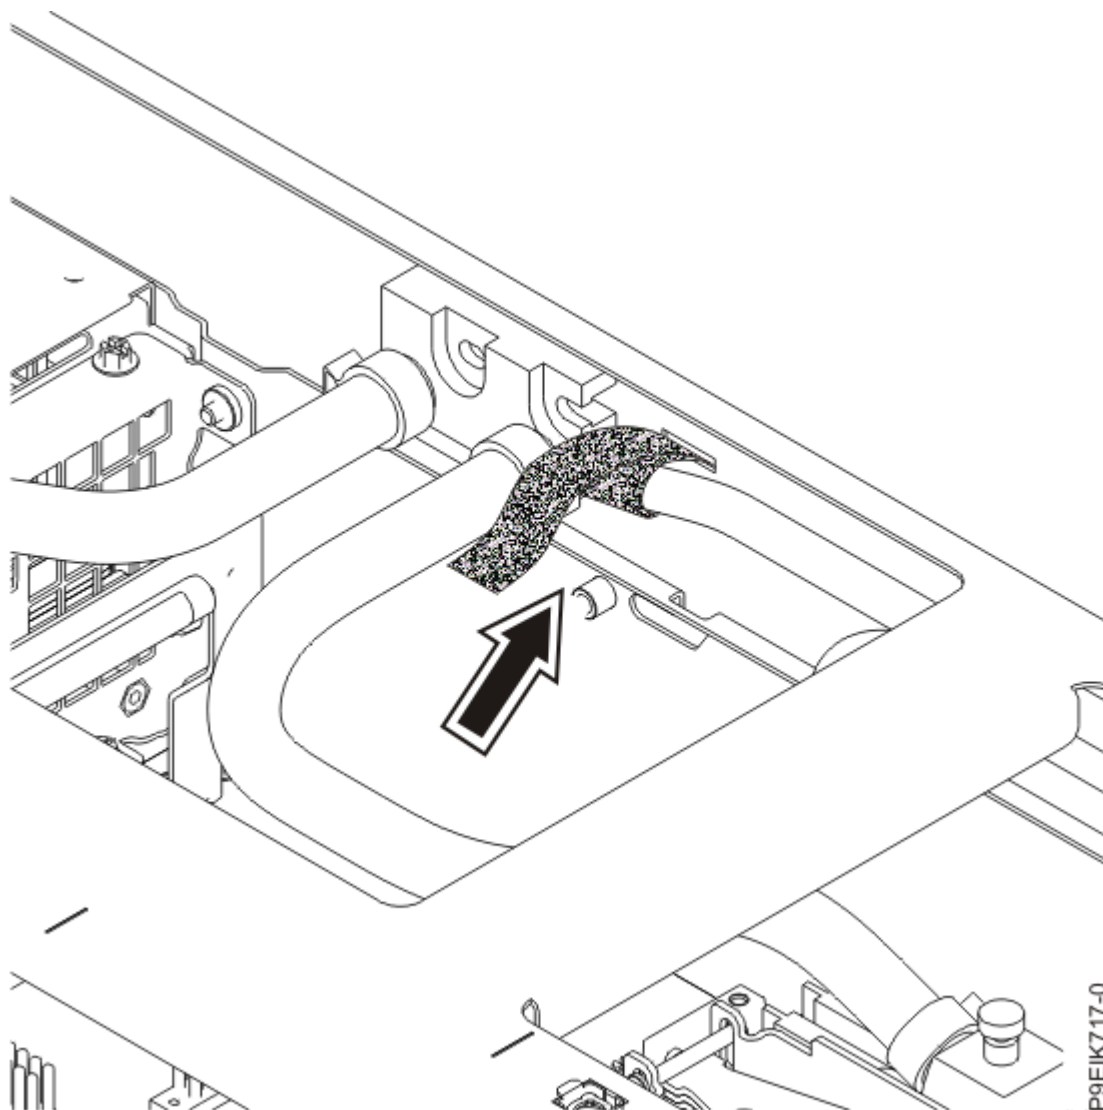

Figure 37. Fixation de l'avant de la conduite latérale
8. A l'avant du système, relevez la conduite latérale. Appuyez-la sur les broches et attachez l'avant de la conduite latérale au support d'installation des plaques froides comme illustré dans la Figure 37, à la page 40.